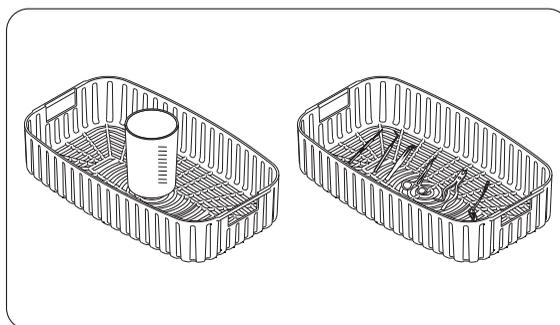

Fig. 12
- 5▶ Coloque os artigos no cesto ou béquer, consulte o tópico "Degaseificação / Uso do Béquer" (Pág. 7). Não coloque instrumentos/artigos dentro do cesto ao mesmo tempo em que estiver usando o béquer. Os instrumentos devem estar totalmente imersos, mas não sobrepostos (Fig. 12).